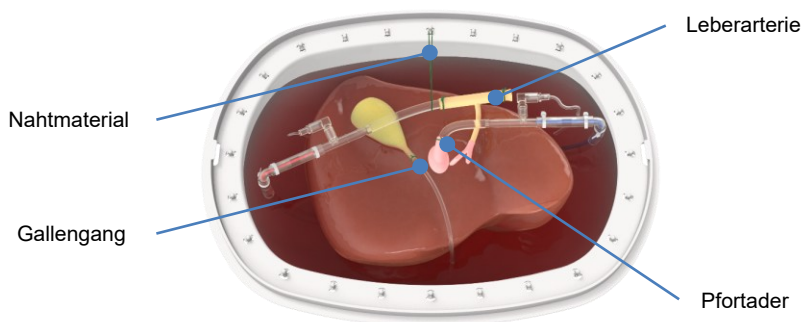

Abbildung 27 Kanülierung der Leberarterie und der Pfortader
- Zum Verbinden der Spenderleber mit dem Liver Assist-Perfusionsset [REF 11.401] ist die Kanülierung der Pfortader und der Leberarterie erforderlich (Abbildung 27).
- Am Rand des Behälters und an den Kanülen kann eine Naht angebracht werden, um eine korrekte Positionierung der Kanülen und eine optimale Perfusion zu gewährleisten (Abbildung 27).